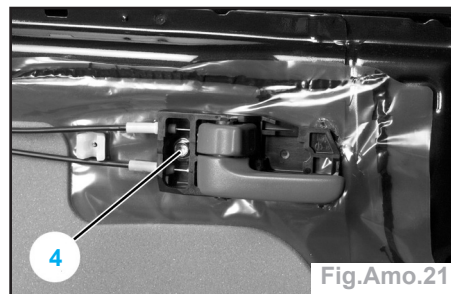

Fig.Amo.21
- la vis de fixation (4) de la commande d'ouverture de porte (Fig.Amo.21),